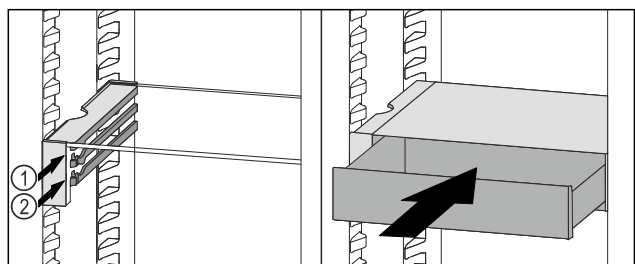

Fig. 85
- ▶ Поставете чекмеджето на VarioSafe зад ограничителите върху желаното ребро Fig. 85 (1) или Fig. 85 (2).